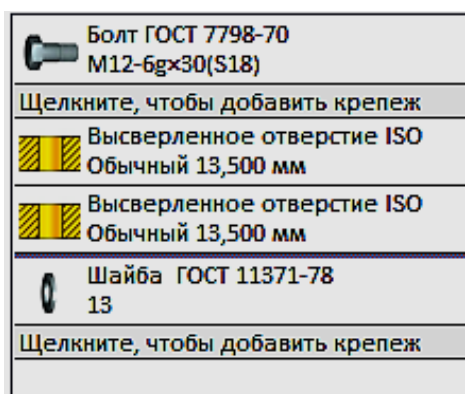

Рис. 3.82. Вставка шайбы
10. Аналогично выберите и вставьте шайбу «Шайба ГОСТ 11371–78» (рис. 3.82, 3.83).